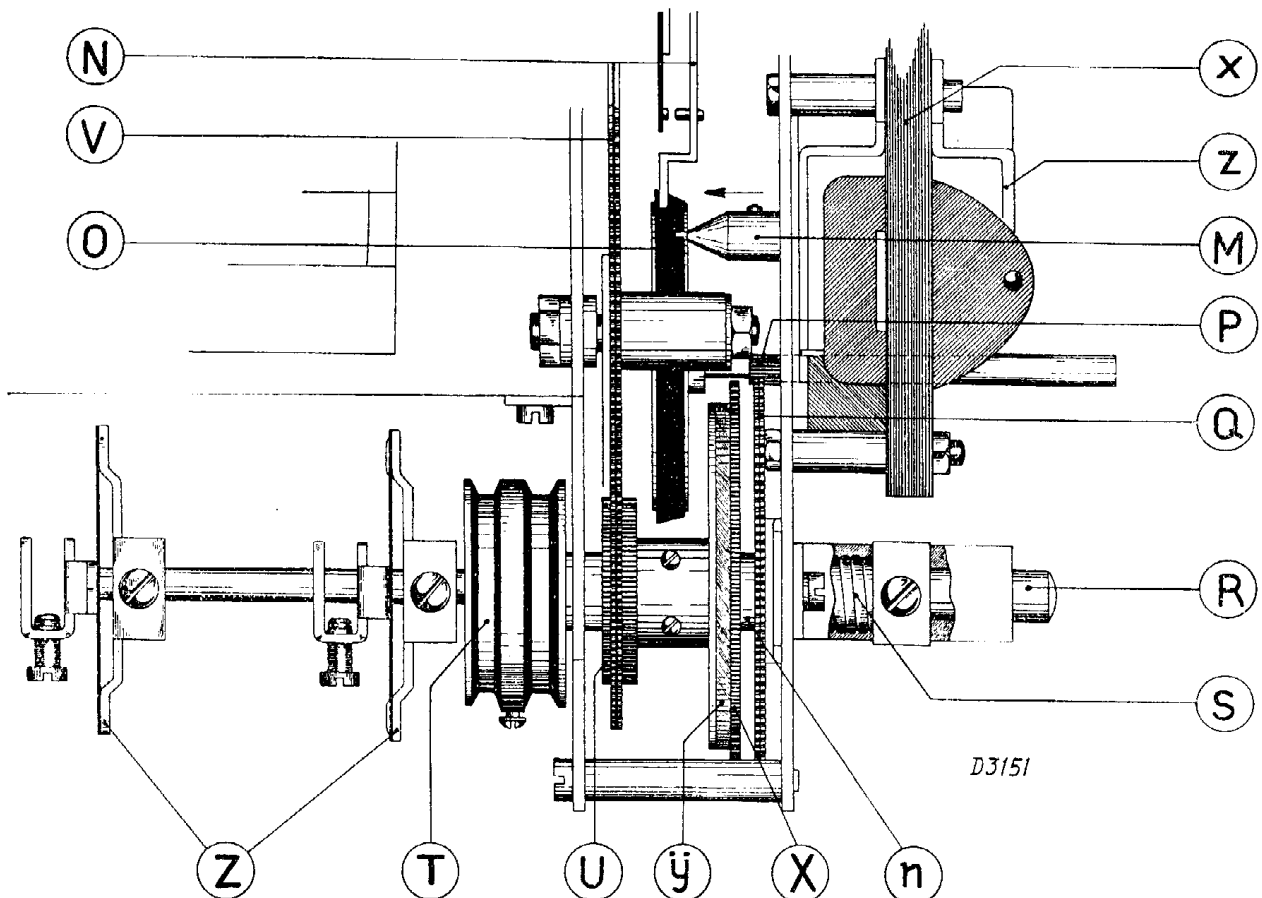

Fig. 12
1. Défaire les deux pièces de couplage Z (fig. 12), les pousser totalement sur l'arbre de couplage et les enlever avec cet arbre.